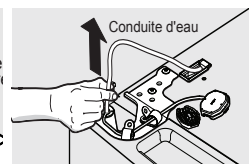

Figure 3
- Tirez doucement sur la conduite d'eau pour la retirer de la porte. Figure 3.